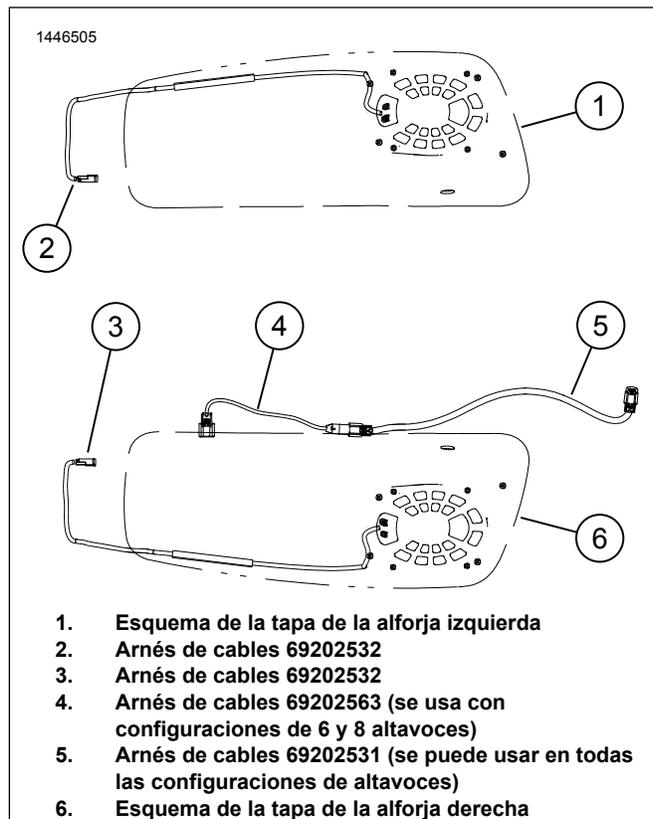
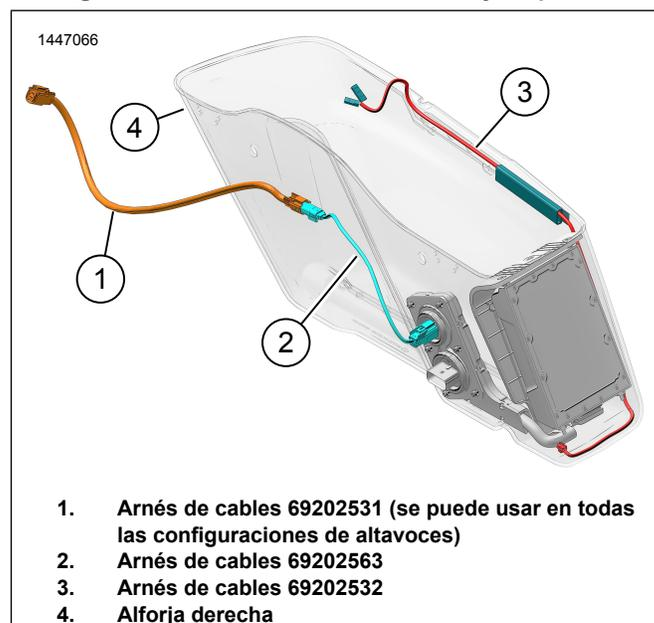

Figura 6. Disposición y tendido del arnés de cables
Figura 9. Tendido del arnés de la alforja derecha (con amplificador)
- a. Figura 6 Busque el arnés de cables 69202532 (2).
- a. Figura 6 Busque el arnés de cables 69202532 (3).
4. Figura 9 Instale el arnés de cables del altavoz derecho.
- a. Tienda el arnés de cables (3) tal como se muestra.
5. Figura 6 Busque los arneses de cables 69202563 (4) y 69202531 (5).
6. Figura 9 Conecte los arneses 69202531 (1) y 69202563 (2) juntos.
- a. Enchufe el extremo de 4 vías de 69202531 (1) en el conector del arnés del amplificador principal [351A] debajo de la cubierta lateral derecha.
7. Conecte el arnés 69202563 (2) a la alforja.